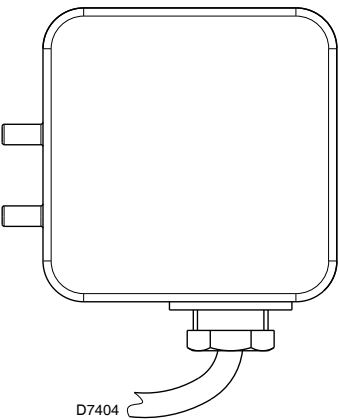

图 20
- 调节风压开关（图 20）到量程的起始位置。
应在完成所有上述燃烧器调节后再调节风压开关（图 20），此时风压开关应设定在量程的起始位置。